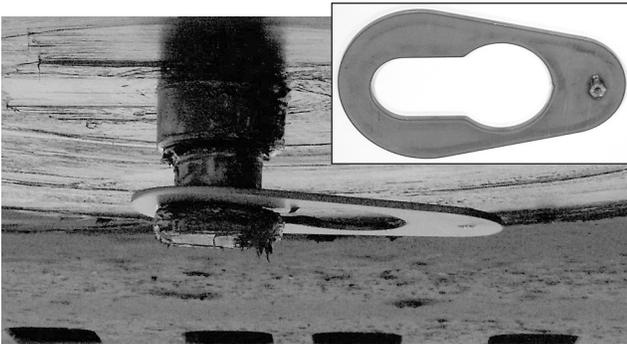
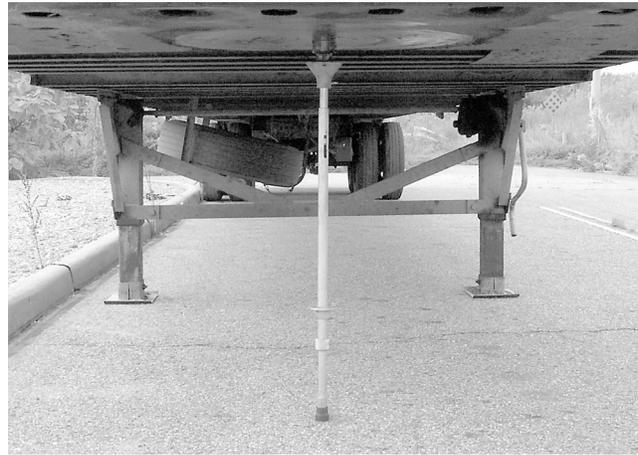

Figura 17: Adaptador del perno rey
Figura 18: Extensión de perno rey
- Si esta línea de visión está libre de obstrucciones que pudieran interferir con la medición, (por ejemplo, patines, chasis del remolque, caja de herramientas, etc.), entonces el adaptador del perno rey (Figura 17) puede usarse para hacer la medición en el Paso 5 en la página 14.
- Si esta línea de visión está obstruida, entonces la extensión del perno rey (Figura 18) debe ser usado para bajar la conexión para la medición en el Paso 5 en la página 14.
- Coloque** el adaptador de perno rey (Figura 17) o la extensión del perno rey (Figura 18) en el perno rey.